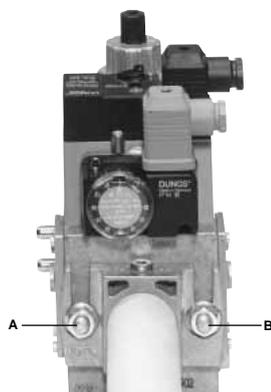

Рис. 9
3. Затянуть винты А, В, С и D (Рис. 9 - Рис. 10), (Рис. 12)